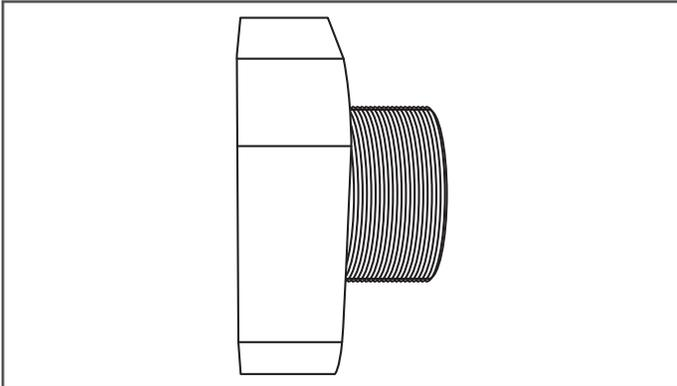

Figura 7-11
12. Inspeccione la sección frontal del acoplamiento DoubleTrac®. Asegúrese de que el acoplamiento no presente daños en las roscas NPT o el adaptador frontal. (Figura 7-11)